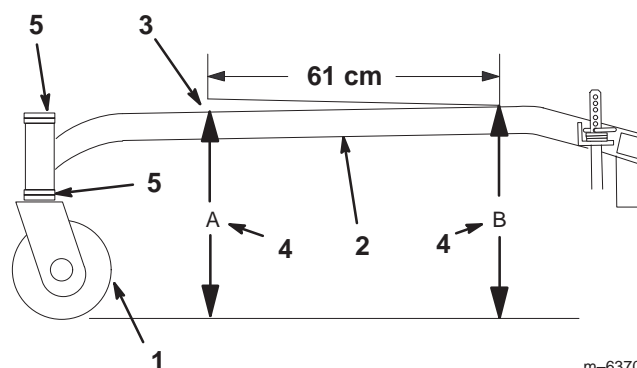

Figure 47
L'inclinaison avant/arrière du bâti porteur doit être égale à 6 mm sur 61 cm de sa longueur (Fig. 47).
1. Mesurez 61 cm sur le bâti porteur (Fig. 47).
2. Mesurez la hauteur du bâti porteur au point **A** (Fig. 47).
3. Mesurez la hauteur du bâti porteur au point **B** (Fig. 47).
4. La hauteur au point **A** doit être inférieure de 6 à 10 mm par rapport au point **B** (Fig. 47).
5. Si ce n'est pas le cas, déplacez les entretoises des roues pivotantes de manière à obtenir l'inclinaison voulue de 6 à 10 mm (Fig. 47). Déplacez les entretoises en haut ou en bas pour corriger l'inclinaison.